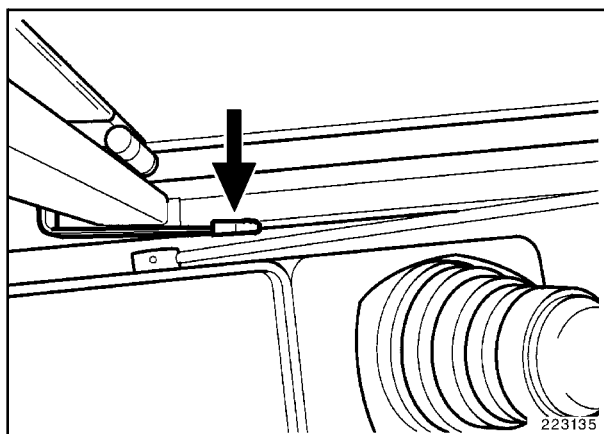

Fig. 6
- Desenclavar la puerta abierta y enclavada tirando hacia abajo la palanquita (Fig. 6). Agarrar el asidero en la parte superior del marco de la puerta y cerrar la puerta.